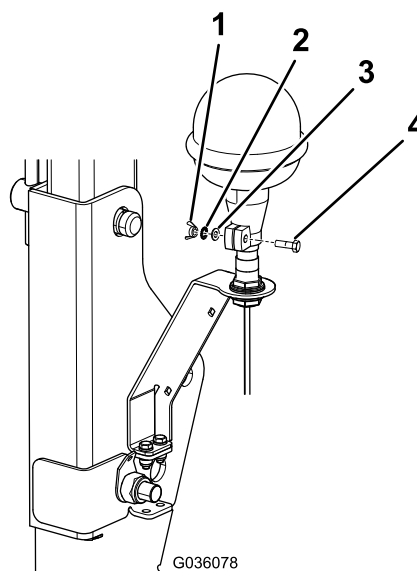

Figure 7
6. Serrez l'écrou à oreilles sur le collier (Figure 7).